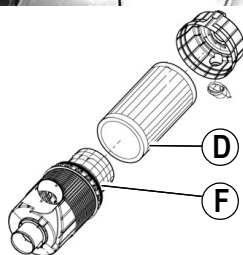

Abb. 169: Luftfilter mit Sicherheitspatrone
- Zusätzlich nach jedem 3. Filterwechsel, die Sicherheitspatrone Abb. 169/F vorsichtig unter leichten Drehbewegungen abnehmen
- ☞ Staubentleerungsventil Abb. 169/E reinigen